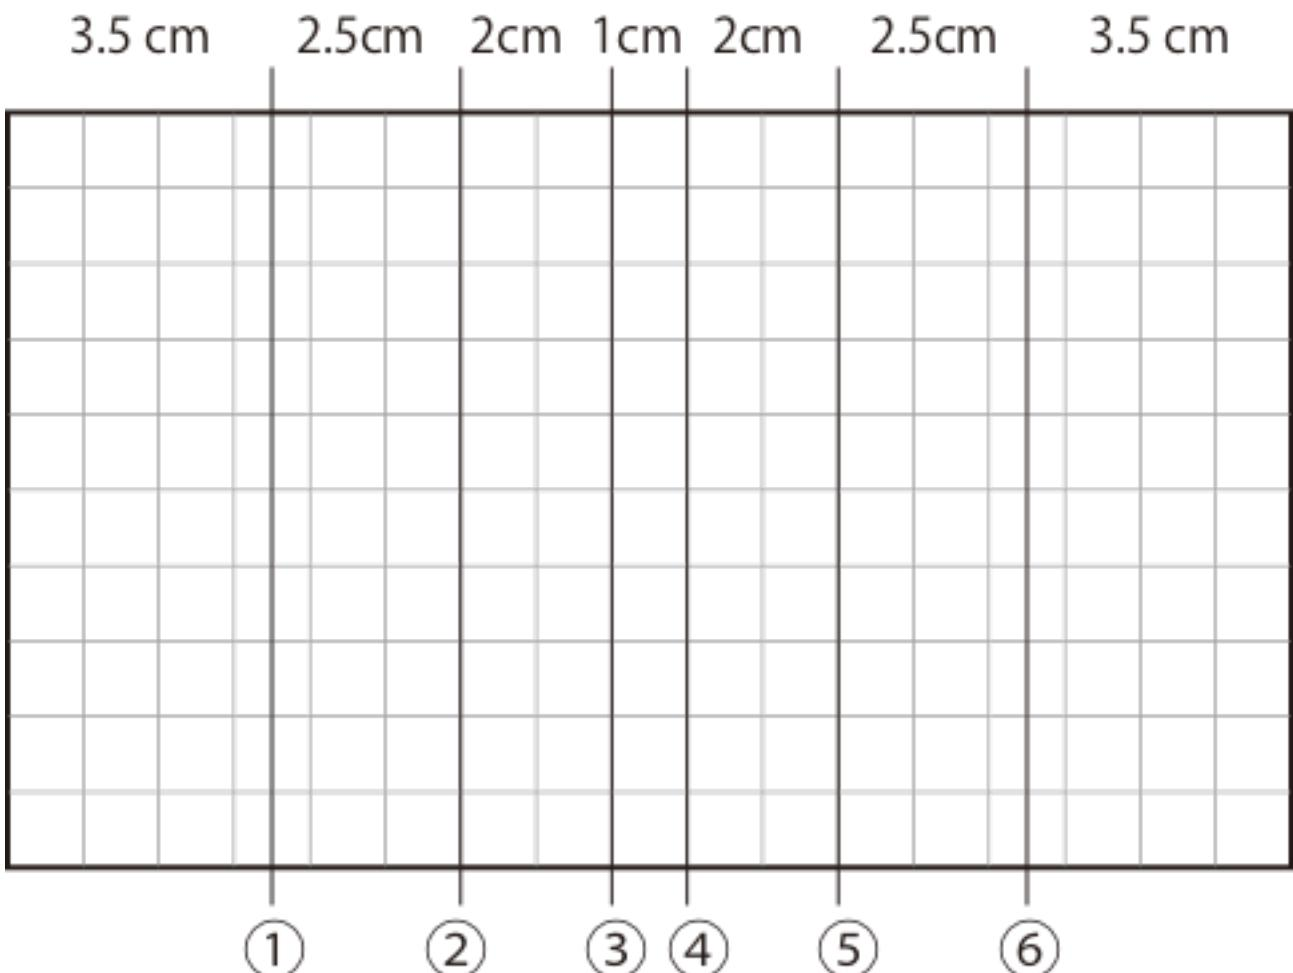

図3 工作用紙につける線の位置。工作用紙をこの上において線を書きます。(実寸)
2) 17cm に切った工作用紙を図3 の枠の上に置いて、①から⑥まで鉛筆と定規を使つて線を書きます。さらにその上から自打ちで線をなぞり、折り筋をつけます。